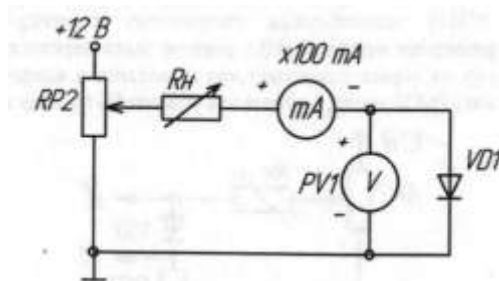

Рисунок 2.1- Схема для снятия ВАХ для прямой ветви
- а) Собрать схему для исследования выпрямительного диода на постоянном токе в соответствии с принципиальной схемой рис. 2.1. Для измерения анодного тока включить миллиамперметр постоянного тока с пределом 100 мА. Для измерения анодного напряжения использовать мультиметр. Последовательно с диодом включить токоограничивающий резистор R_n .
Снять вольтамперную характеристику выпрямительного диода на постоянном токе для прямой ветви (рис. 2.1); для снятия характеристик регулировать напряжение на выходе потенциометра; результаты измерений занести в таблицу Таблица 2.1. Построить ВАХ диода, определить основные точки на характеристике.